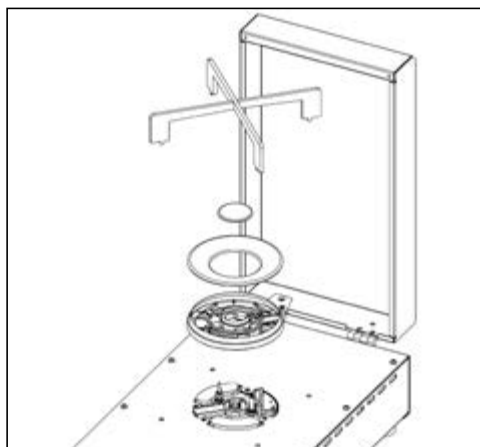

FIG. 1
- retirer la grille ainsi que les chapeaux et couronnes du brûleur. (fig. 1)